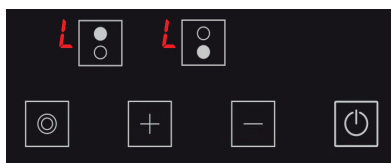

Figure 16
3. La sécurité enfants est activée à ce moment-là et l'icône  s'affiche sur toutes les plaques de cuisson pour indiquer cette condition. (voir Fig. 16) Les icônes  et  s'affichent en alternance si une plaque de cuisson est toujours chaude.